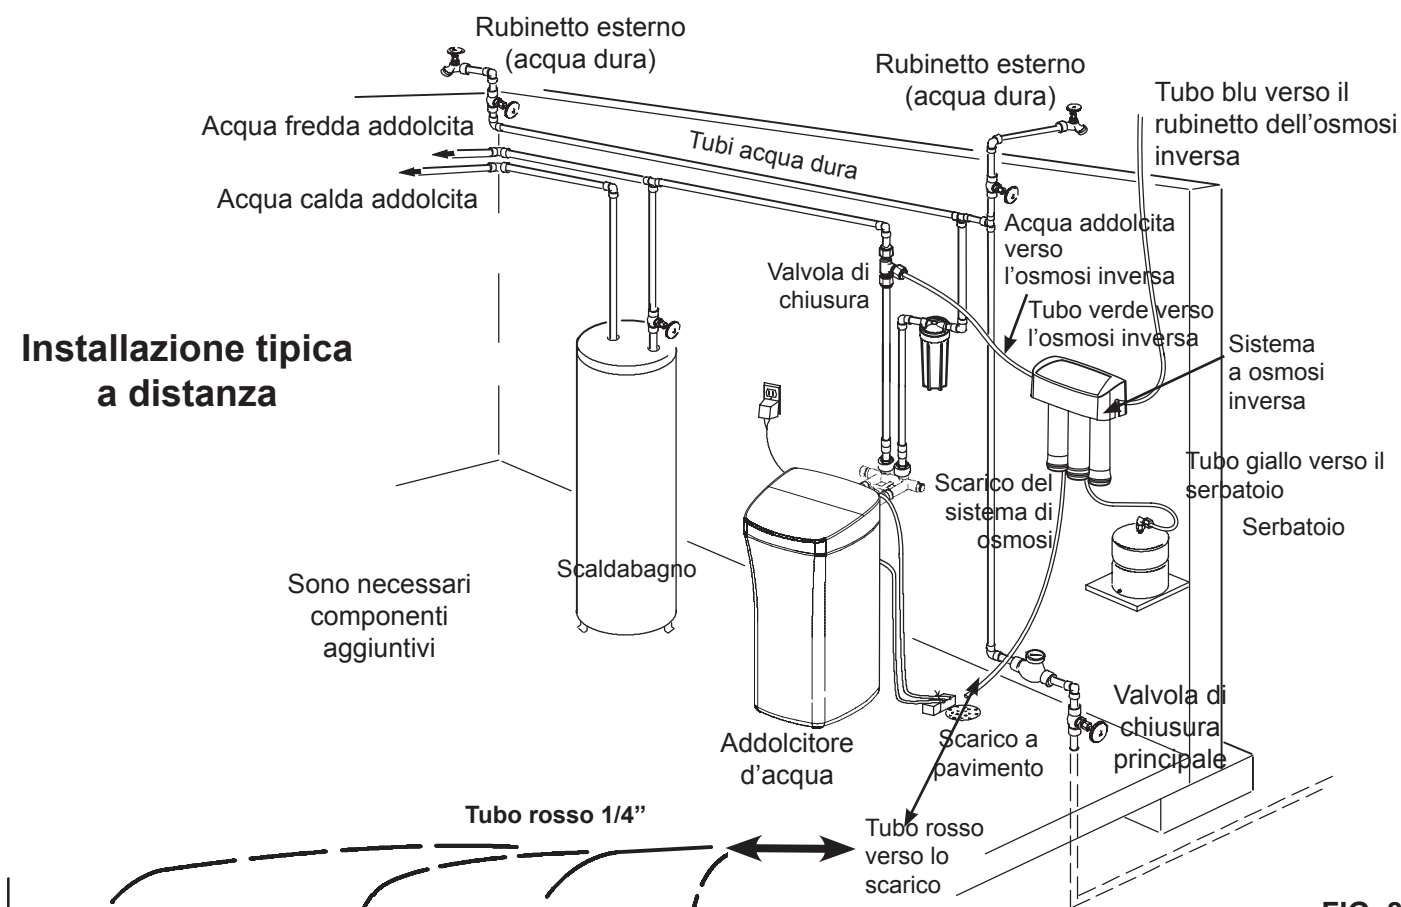

FIG. 8
- In caso di installazione al punto di ingresso il tubo di scarico dell'osmosi va direttamente alle acque reflue. Cfr. Fig. 8 & 9.
1. Individuare il tubo rosso da 1/4" (6.35 mm) sul sistema di osmosi inversa. Cfr. Fig. 8.